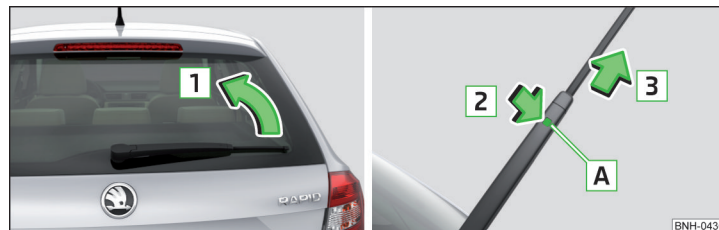

Fig. 183 Înlocuirea lamelei ștergătorului de lunetă
- Ridicați brațul de ștergător » pagina 155 de pe geam, în sensul săgeții **1** » fig. 183.